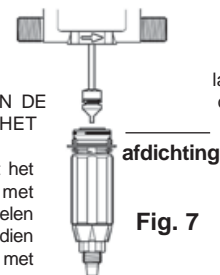

Fig. 7
- 1 - Bij gebruik van producten zoals poeders die opgelost moeten worden, is het aan te bevelen het gehele doseerelement periodiek uit elkaar te nemen ( zie § SCHOONMAKEN EN IN ELKAAR ZETTEN VAN HET DOSEERELEMENT EN § VERWISSELEN VAN DE AFDICHTINGEN IN HET INJECTIEDEEL). Spoel al de onderdelen uit het doseerelement grondig met water schoon en zet de delen weer in elkaar. Smeer indien nodig de afdichting (fig. 7) met